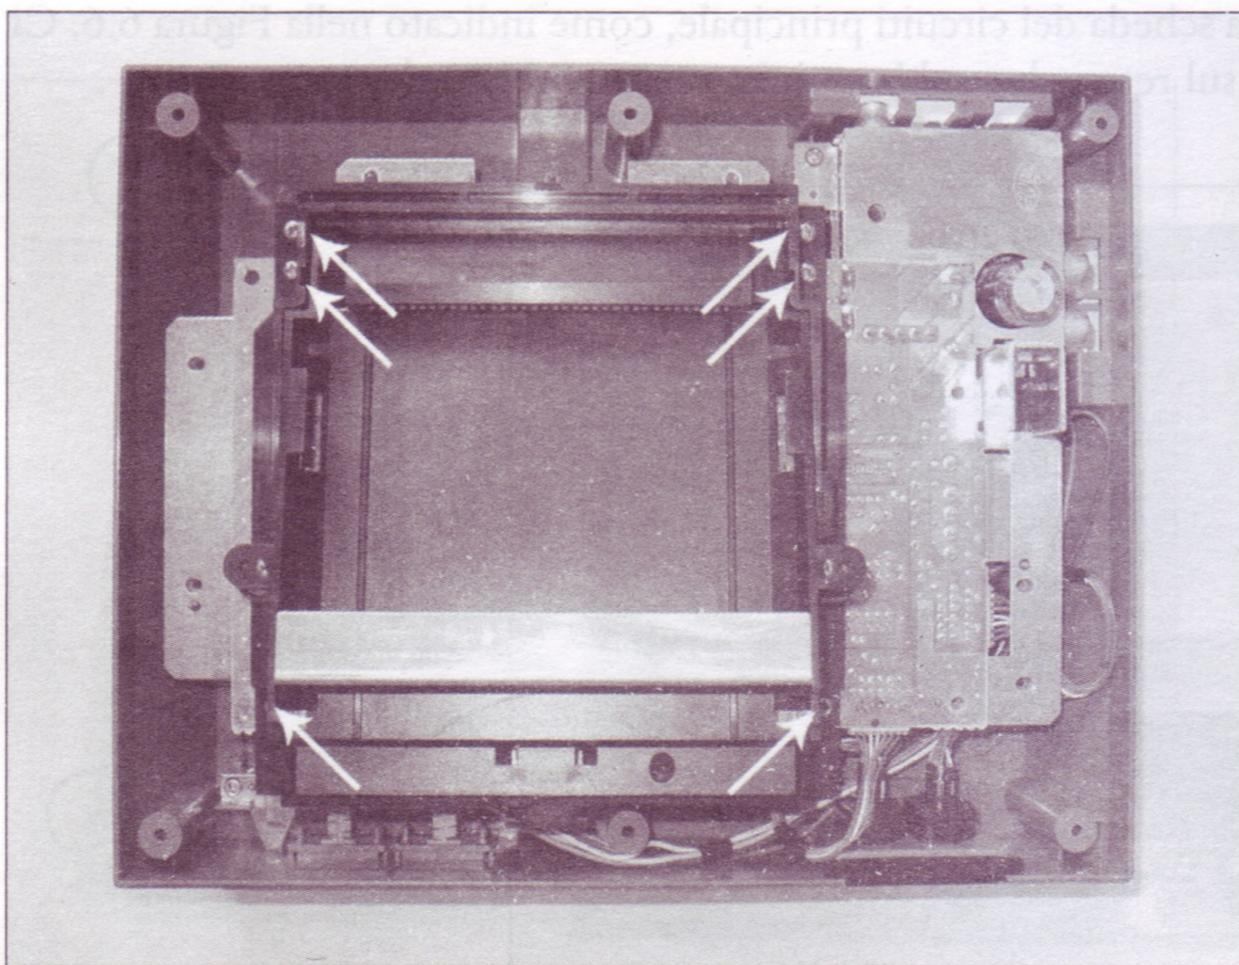

Figura 6.8 Rimozione delle sei viti dal meccanismo di caricamento delle cartucce.
6. Rimuovete le sei viti che fissano il meccanismo di caricamento delle cartucce alla scheda dei circuiti principale, come indicato nella Figura 6.8. Ci sono tre viti su ciascun lato del meccanismo. La vite intermedia (la seconda dall'alto su ciascun lato) è più lunga, pertanto ricordatevelo quando rimonterete il sistema dopo le modifiche.